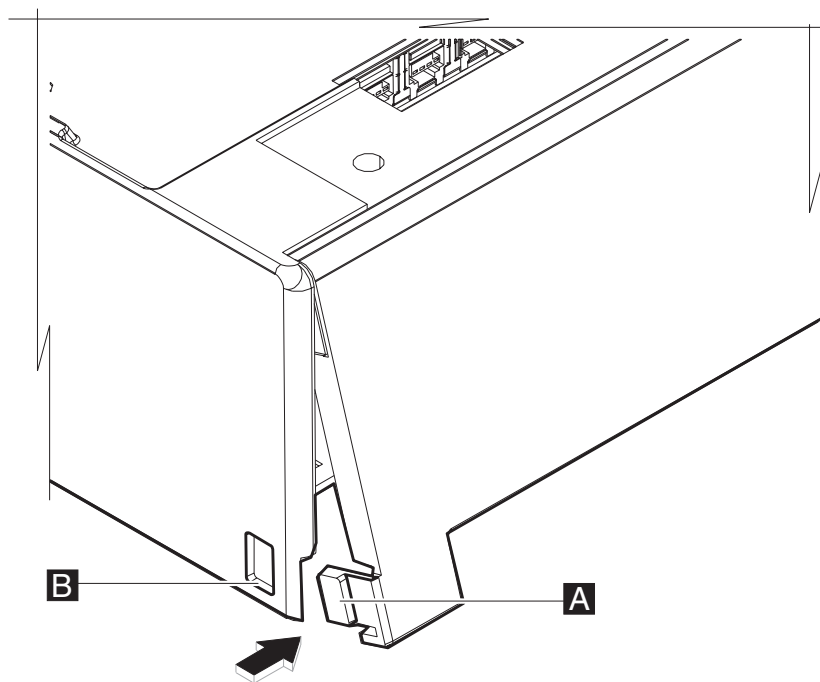

图 38. 打开铰链接合后门
3. 用手抓牢后门中部向外拉，以打开铰链接合后门。下部卡口（图 38 中的 **A**）将自动释放（如果未释放，请轻轻按下卡口，如箭头所示）。